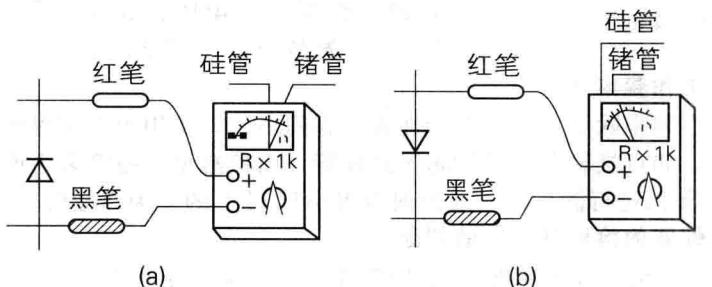

图 1-2 硅锗二极管区别示意图
① 采用万用表测量二极管正向电阻的示意图，如图 1-2 (a) 所示，测量结果：
② 采用万用表测量二极管反向电阻的示意图，如图 1-2 (b) 所示，测量结果：